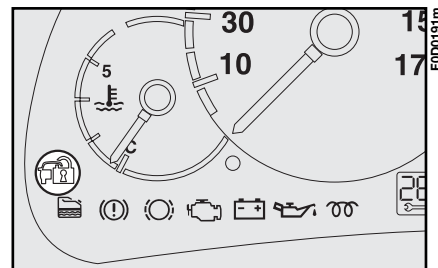

fig. 5
1) Se il codice viene riconosciuto la spia  **fig. 5** sul quadro strumenti emette un breve lampeggio; il sistema di protezione ha riconosciuto il codice della chiave e disattiva il blocco motore. Ruotando la chiave in **AVV**, il motore si avvia.